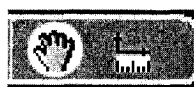

Рисунок 6
2.3 Режим перетаскивания (рис. 6)